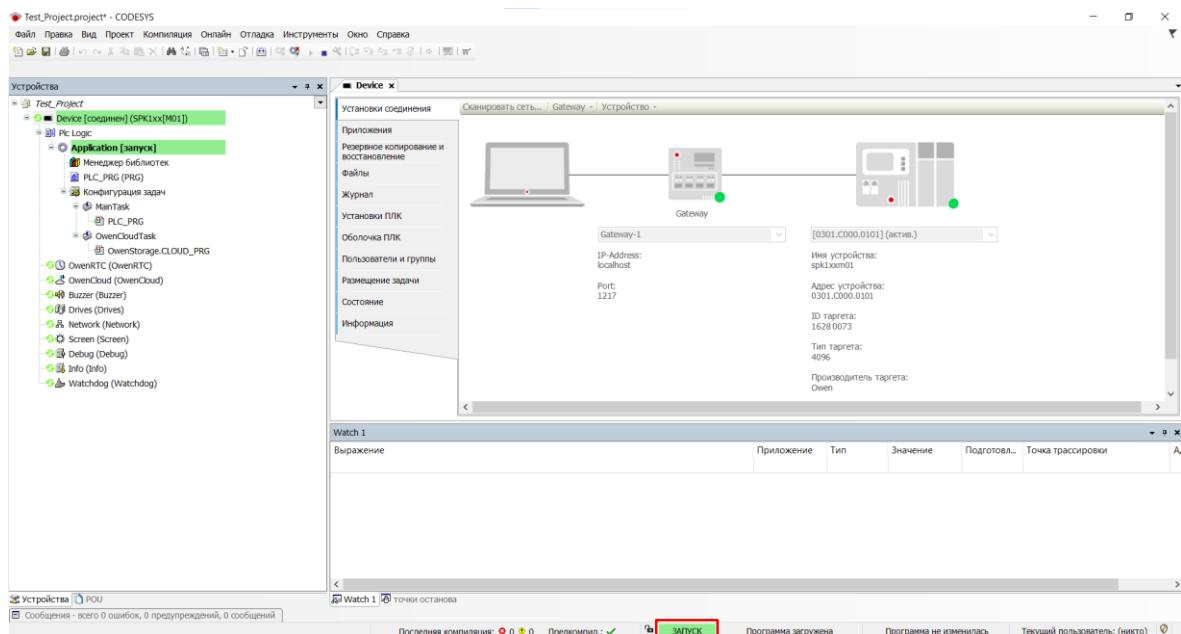

Рис. 37. Успешная загрузка проекта в СПК
4. После настройки линии связи можно проверить, успешно ли она была произведена. Для этого необходимо в меню нажать на вкладку «Онлайн» и выбрать пункт «Логин», если все настройки были произведены верно, то будет предложено загрузить новую программу. Далее необходимо нажать в меню на вкладку «Отладка» и выбрать пункт «Старт», внизу программы должна гореть зелёная надпись «Запуск» (рис. 37).